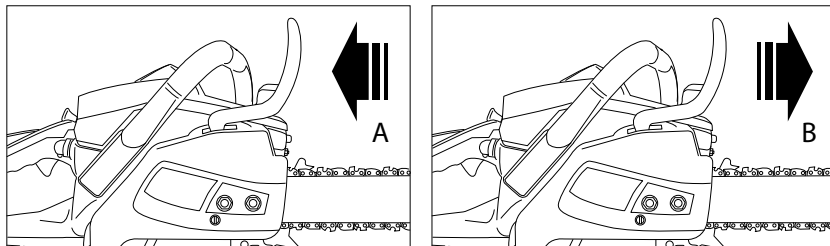

Рис. 12
- Тормоз выключен (цепь может двигаться), когда щиток тормоза оттянут назад (A) (рис. 12).
- Тормоз включен (цепь не может двигаться), когда щиток тормоза направлен вперед (B). В этом случае цепь не должна двигаться по шине (рис. 12).